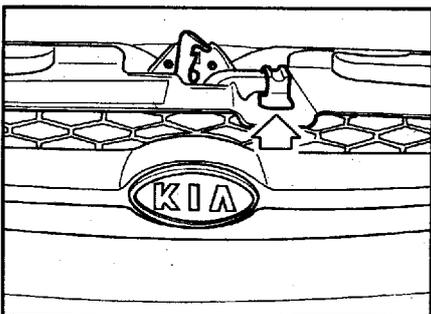

Рис. 47. Расположение предохранительного крючка капота
2. Приподнимите капот и отведите предохранительный крючок в сторону (крючок расположен под капотом в центре автомобиля) (рис. 47).